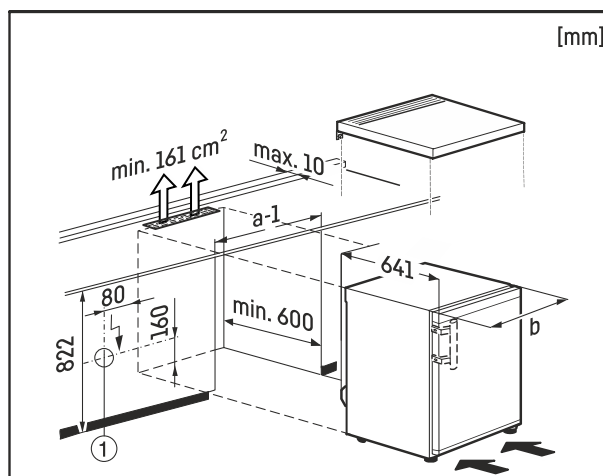

Fig. 8
La presa Fig. 8 (1) deve essere in questo caso disposta sul retro dell'apparecchio ed essere facilmente accessibile.